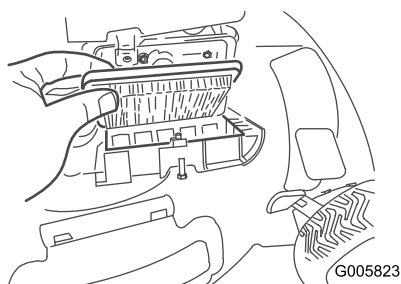

Figure 26
2. Remplacez le filtre à air (Figure 26).